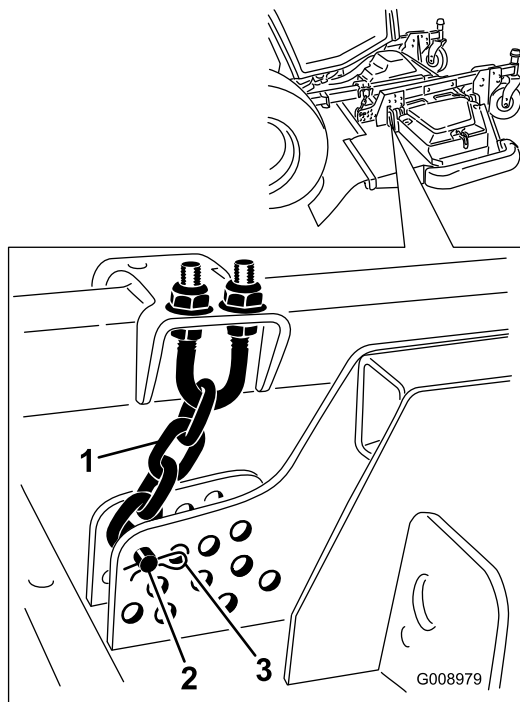

図 134
4. 刈高チェーンをカuttingユニット後部に固定しているヘアピンコッターとクレビスピンを取り外す 図 134。